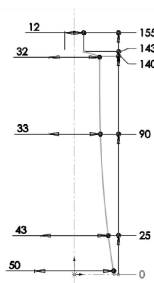

图 3-46 绘制草图
(1) 启动中文版 SolidWorks 2011, 单击 **【标准】** 工具栏中的  **【新建】** 按钮, 打开 **【新建 SolidWorks 文件】** 对话框, 单击 **【零件】** 按钮, 单击  **【确定】** 按钮。
(2) 选择 **【文件】|【另存为】** 菜单命令, 打开 **【另存为】** 对话框, 在 **【文件名】** 文字框中输入 “03 牙膏管”, 单击 **【保存】** 按钮。
(3) 单击 **【特征管理器设计树】** 中的 **【前视基准面】** 图标, 使前视基准面成为草图绘制平面。单击 **【标准视图】** 工具栏中的  **【正视于】** 按钮, 并单击 **【草图】** 工具栏中的  **【草图绘制】** 按钮, 进入草图绘制状态。单击 **【草图】** 工具栏中的  **【直线】** 按钮、 **【圆心/起/终点画弧】** 按钮和  **【智能尺寸】** 按钮, 绘制草图并标注尺寸, 如图 3-46 所示。